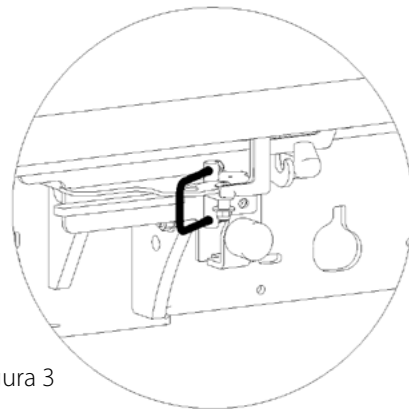

Figura 3
- Sbloccare il gancio (figura 3) prima di effettuare il ribaltamento (Apertura automatica dei ganci delle bocchette inferiori).